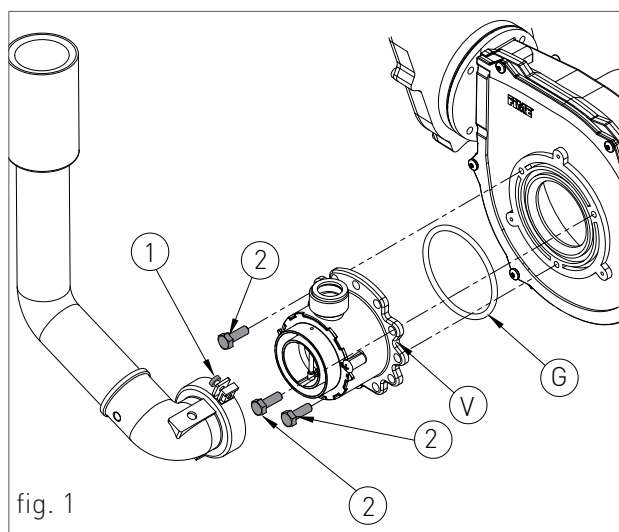

fig. 1
- › soltar los tres tornillos '2' (fig.1) del venturi 'V' (fig.1) utilizando una llave del 10, como se muestra en la figura 2;
- › sustituir el venturi con el adecuado para el tipo de gas de suministro (metano) y volver a montar los componentes en orden inverso a su desmontaje y asegurarse que la junta 'G' se monta como se indica en la fig.1;